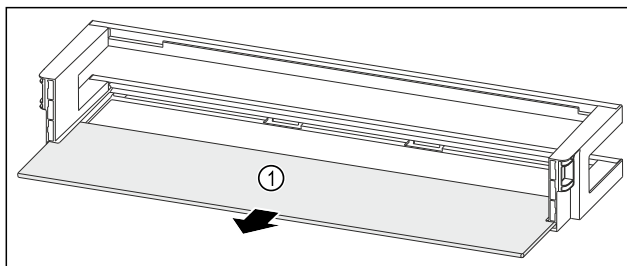

Fig. 84 Dveřní přihrádka s odkládací plochou
- ▶ Odkládací plochu Fig. 84 (1) odeberte.